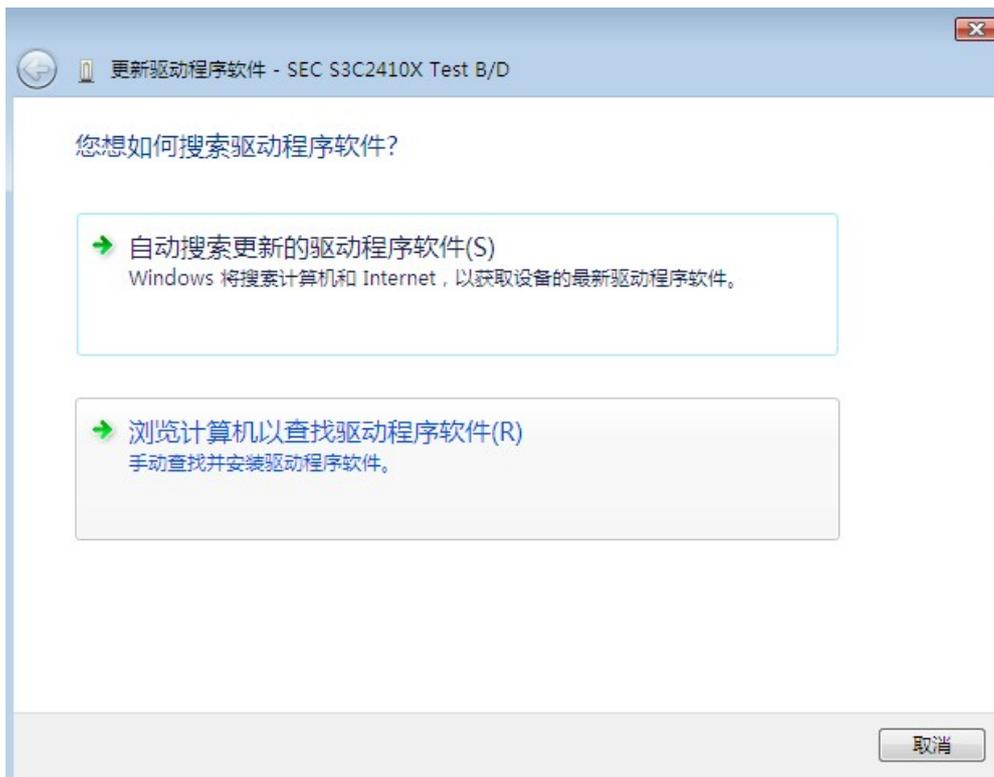

图 2-19 VISTA 更新驱动画面
- 在提示安装的界面选择“浏览计算机以查找驱动程序软件”：如下图 2-19 所示：